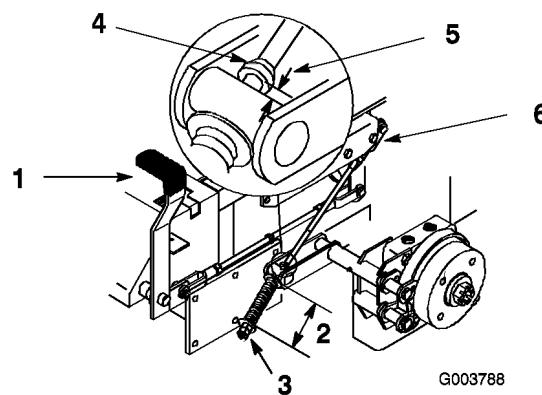

Figura 49
La medida debe ser de 70 mm entre las arandelas (Figura 49).
3. Si es necesario un ajuste, afloje la contratuerca que está debajo del muelle y apriete la tuerca que está directamente debajo de la horquilla (Figura 49). Gire la tuerca hasta obtener la
La medida debe ser de 5-7 mm (Figura 49).
- Si es necesario un ajuste, afloje la contratuerca que está justo por debajo de la horquilla. Gire la varilla inferior hasta obtener la medida correcta (Figura 49). Apriete la contratuerca junto a la horquilla